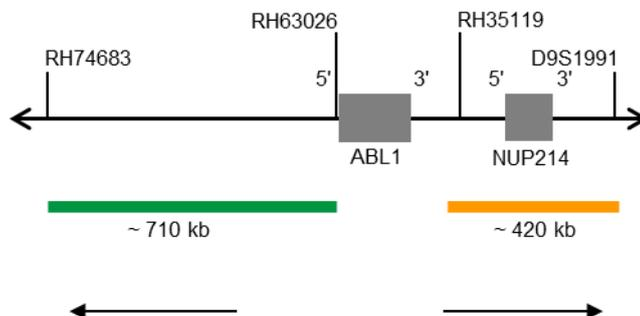

Fig. 1 : Carte de la sonde SPEC ABL1 (pas à l'échelle)
- Polynucléotides marqués au ZyGreen (excitation 503 nm/émission 528 nm) (~10,0 ng/μl), qui ciblent des séquences cartographiées en 9q34.11-q34.12* (chr9:132,872,357-133,580,236) à proximité de la région du point de rupture ABL1 (voir figure 1).
- Polynucléotides marqués au ZyOrange (excitation 547 nm/émission 572 nm) (~4,5 ng/μl), qui ciblent des séquences cartographiées en 9q34.12-q34.13* (chr9:133,851,960-134,273,097) distales de la région du point de rupture ABL1 (voir figure 1).